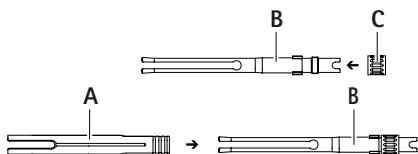

Рис. 10
- Надвиньте внешнюю втулку **A** спереди на цанговый зажим **B**, см. Рис. 10. При этом следите за положением шлиц относительно пазового сухаря. Для удобства работы ребристый конец закрепительной втулки должен указывать в направлении зажимного винта **C**.